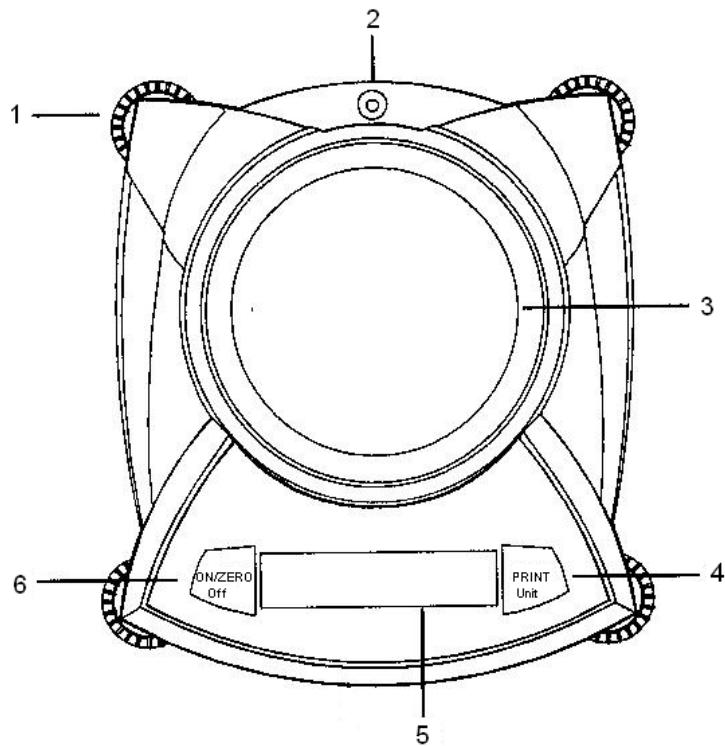

Рис. 3. Весы лабораторные электронные типа Scout Pro.
### **Весы лабораторные электронные типа Scout Pro (рис. 3),**
1. Проверьте установку весов. Они должны стоять без перекосов (по уровню, рис. 3 (2)).